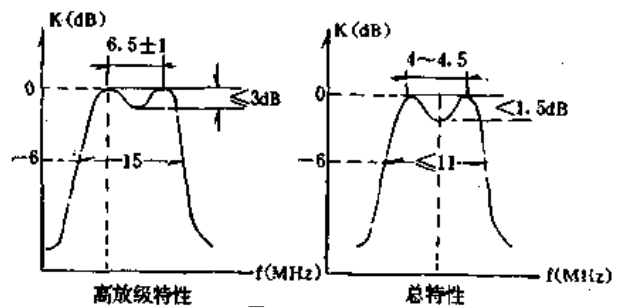

图 21-1
按照我国电视接收机的指标，高频头应满足下列主要技术要求：①功率增益为20~25dB；②具有图21-1所示的幅频特性；③噪声系数 $N_f < 8\text{dB}$ ；④本振频率稳定，偏移在 $\pm 200\text{kHz}$ 以内；⑤有一定的AGC作用范围；⑥其它，如要求高频头要与天线、中放有良好的匹配；方便切换频道等。